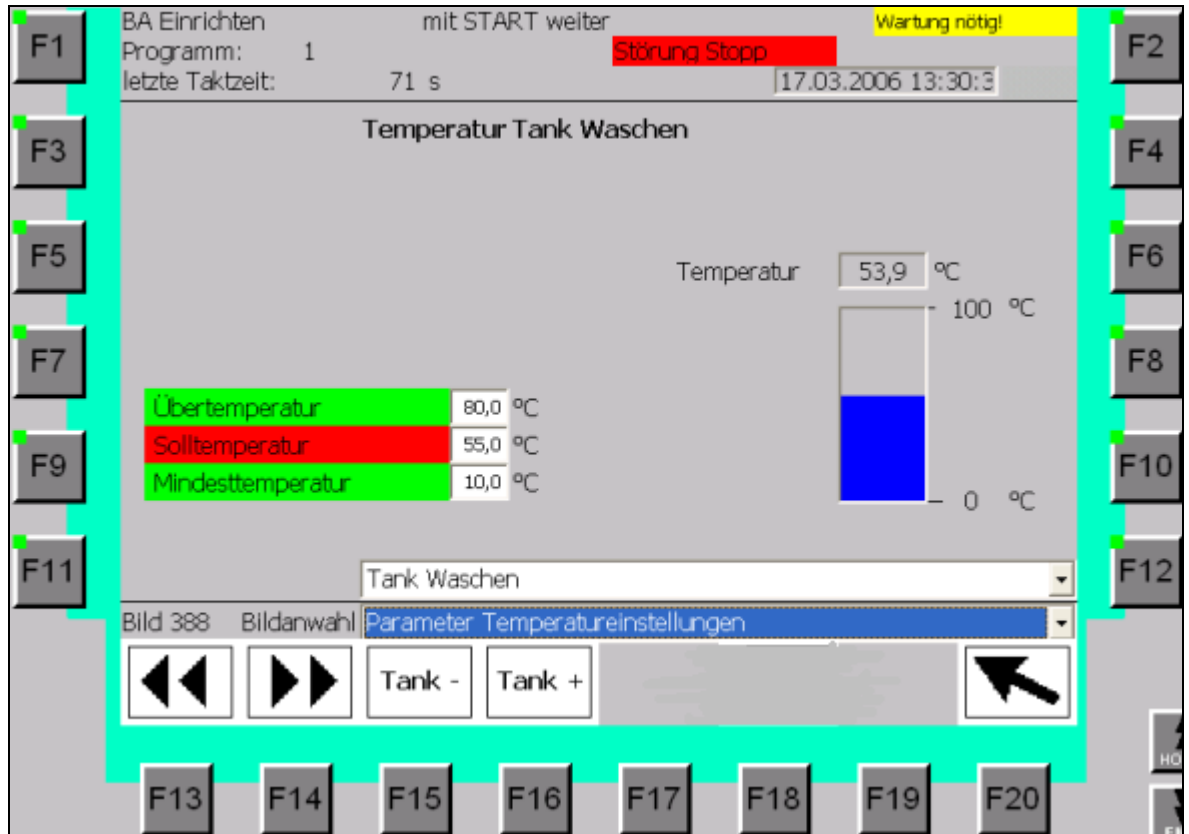

Bild 4.0
- Es erscheint unten stehendes Bild 4.0 (im MP Bild 338)